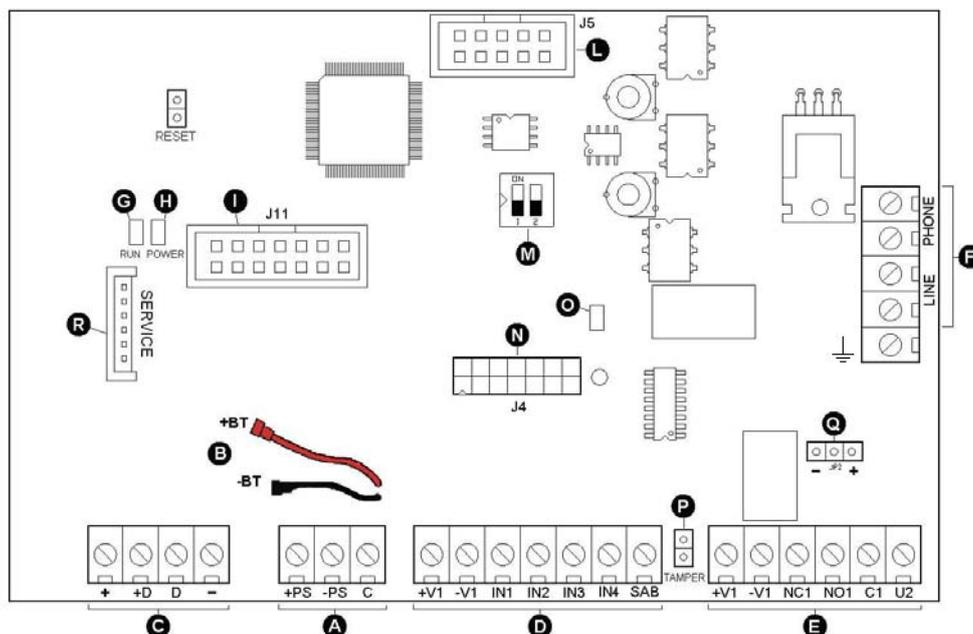

Figure 31 - Connexions et parties principales de la centrale
- Introduire le connecteur à peigne dans le connecteur (N) de la carte mère (Figure 31).